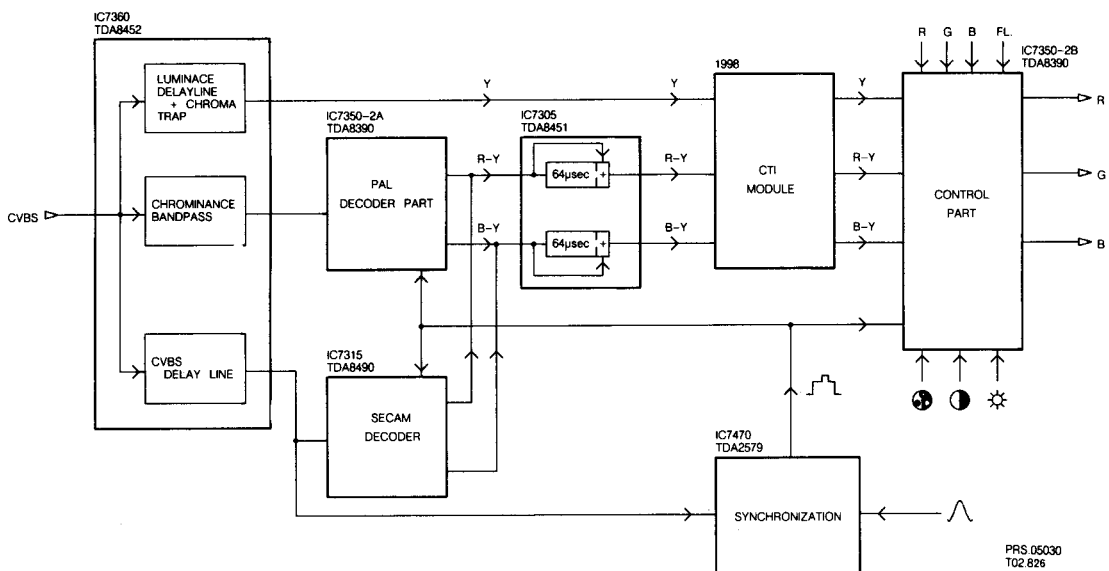

Bild 5.3
5.2 Das Blockschaltbild (Bild 5.3)